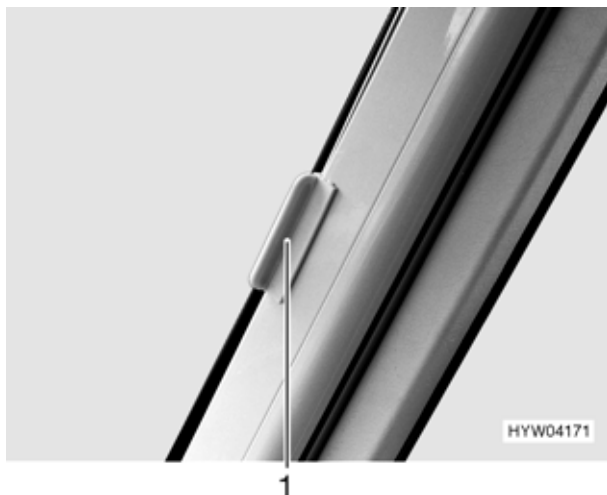
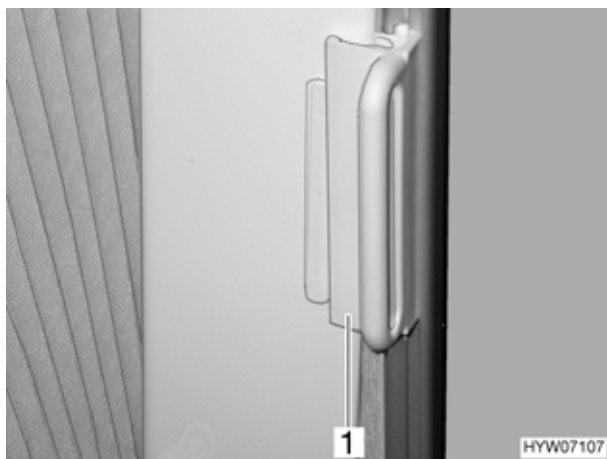

Fig. 18 Dispositivo di bloccaggio aggiuntivo per le tendine oscuranti pieghevoli sulla prua (classe B)
Fig. 19 Bloccaggio delle tendine oscuranti pieghevoli per il finestrino del conducente/passeggero (Camp, Tramp)
- Durante la marcia le tendine oscuranti pieghevoli per il parabrezza, la finestra del guidatore e del passeggero devono essere aperte, bloccate e fissate tramite il dispositivo di bloccaggio aggiuntivo (Fig. 18,1 e Fig. 19,1).